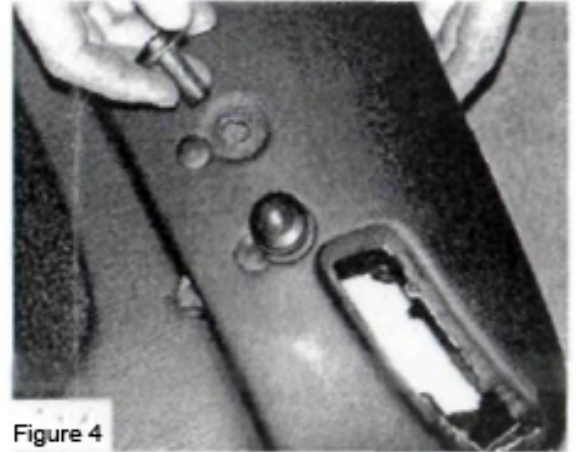

Figure 4
- Bild 4: Stecken Sie die Metall-Windschottaufnahme in die Bohrlöcher; Achtung: schieben Sie zuerst die 30 mm Gummischeiben auf die Aufnahmen; die Aufnahme mit dem M6 Innengewinde in Fahrtrichtung nach vorn und in das verbleibende Loch die Aufnahme mit der 8 mm Führung.
- Figure 4: Insert the metal wind deflector mount into the drilled holes. Attention: First, slide the 30-mm rubber washers onto the mounts; the mount with the M6 internal thread forward in the direction of travel, and the mount with the 8-mm guide in the remaining hole.